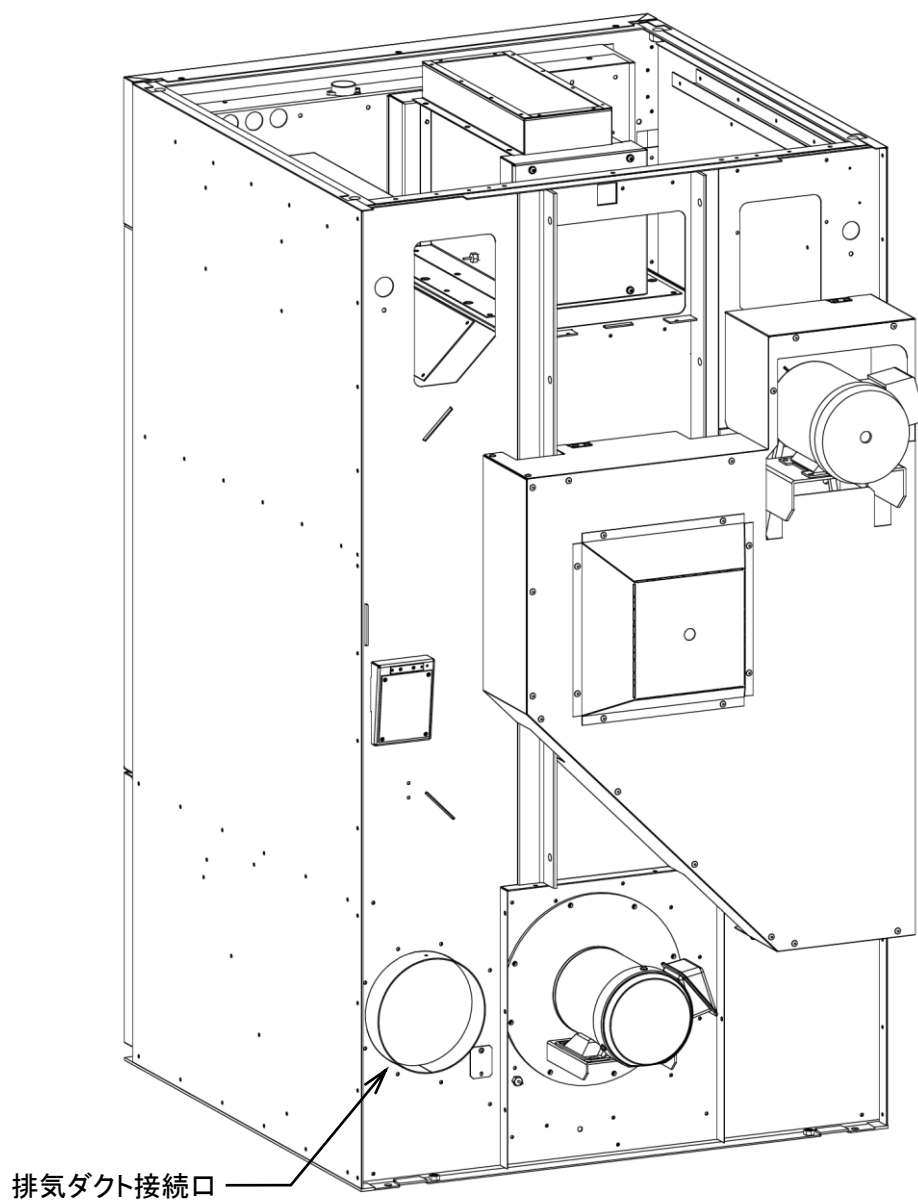

図 5-1
- ・ 排気ダクト接続口にダクトを接続します。外形は $\phi 198\text{mm}$ です。(図 5-1)